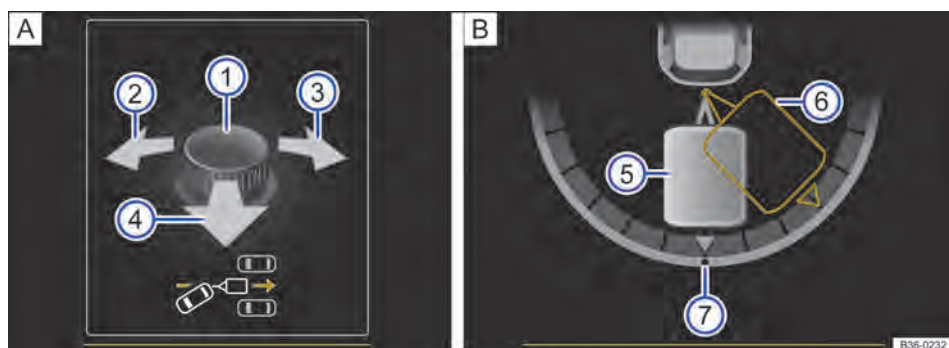

Fig. 171 No display do instrumento combinado, comandar o assistente de manobras do reboque: **A** ajustar ângulo; **B** conduzir em marcha à ré.
Legenda para Fig. 171:
- Rebater o botão rotativo, até a posição desejada ser atingida. No display do instrumento combinado, aparece uma representação do conjunto na posição atual para orientação → Fig. 171 .